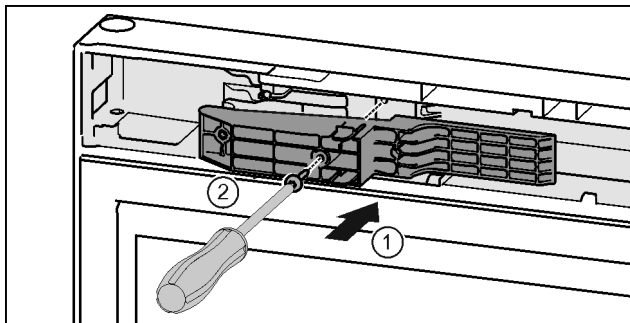

Fig. 48 \*
- ▶ 将把手侧的适配件插入凹槽。*Fig. 48 (1)\**
- ▶ 用 T15 螺丝刀拧紧螺钉。*Fig. 48 (2)\**